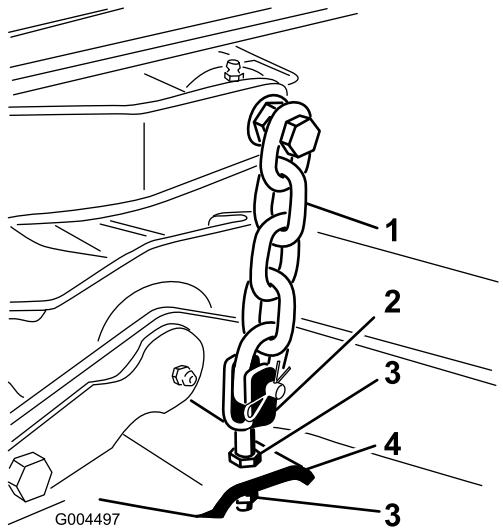

Figura 78
- Ajuste las contratuerca que fijan las horquillas/cadenas de la parte trasera de la plataforma para elevar la parte trasera, hasta que la inclinación de las cuchillas sea de 8 mm (Figura 78).